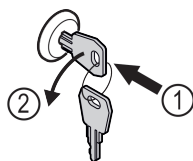

Fig. 139
- ▶ Introduceți cheia prin apăsare. Fig. 139 (1)
- ▶ Rotiți cheia cu 90° în sens invers acelor de ceasornic. Fig. 139 (2)